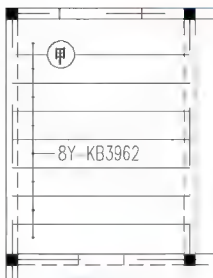

图 5.30 绘制配板编号
(1) 在命令行输入“C”后按 Enter 键,启动【画圆】命令。
① 在指定圆的圆心或[三点(3P)/两点(2P)/相切、相切、半径(T)]:提示下,在房间左上角适当的位置单击使其作为圆的圆心。
② 在指定圆的半径或[直径(D)]:提示下,输入“300”后按 Enter 键结束命令。这样就绘制了圆心在指定位置,半径为 300mm 的圆。
(2) 用【单行文字】或【多行文字】命令在圆圈内写配板编号“甲”,字高 500mm。
(3) 用【修剪】命令,以圆为边界修剪掉和圆相重合的楼板线,结果如图 5.30 所示。